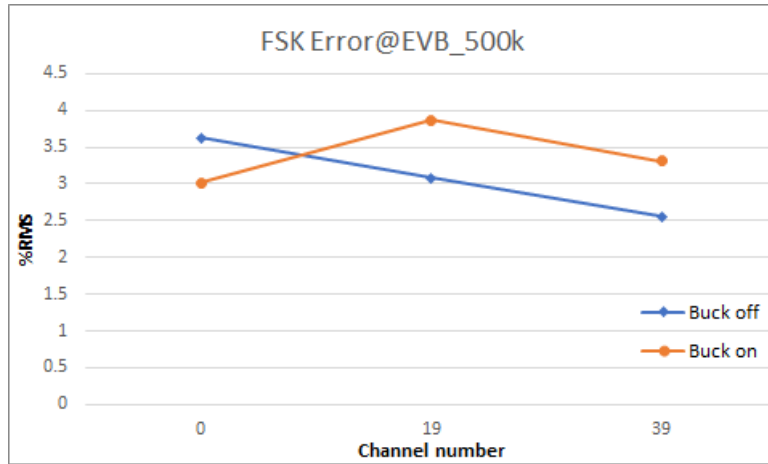

图 15. FSK 误差 @ 500 kbit/s
- 图 15 显示了 GFSK 数据速率为 500 kbit/s 时的 FSK 误差。